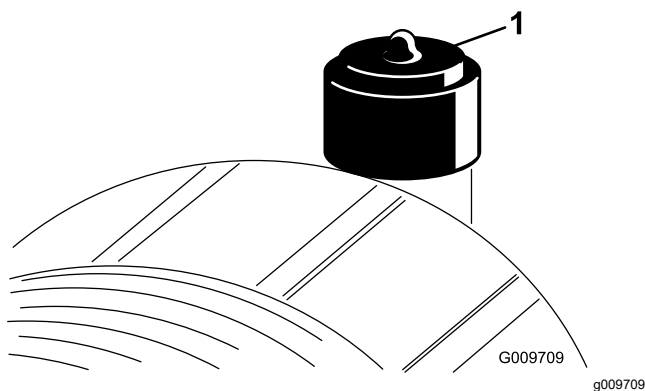

Figure 68
Faites l'entretien du filtre à air uniquement quand l'indicateur de colmatage indique que cela est nécessaire (Figure 68). Changer le filtre à air prématurément ne fait qu'accroître le risque de contamination du moteur par des impuretés quand le filtre est déposé.
2. Réarmez l'indicateur de colmatage (Figure 68) s'il est rouge.